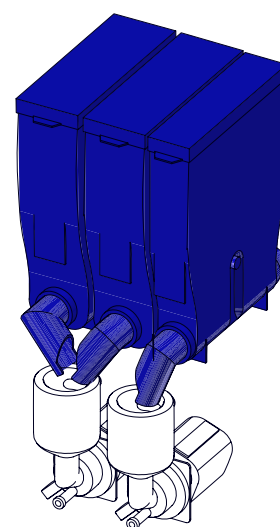

Рисунок 2.13
2.2.3 Контейнеры растворимых ингредиентов (см.рис.2.13)